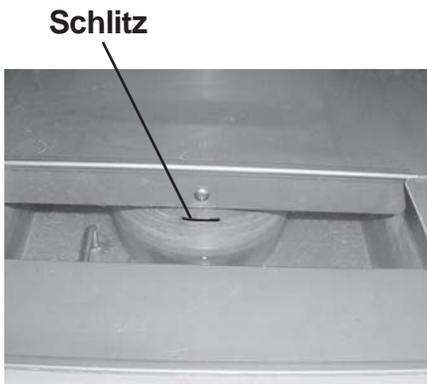

Abbildung 3-2
4. Die Schranktür öffnen und bis zu 11,3 l Wasser bis zum Schlitz auf dem Konzentrationsring in die Wasserwanne (unten) leeren. Siehe Abbildung 3-2.